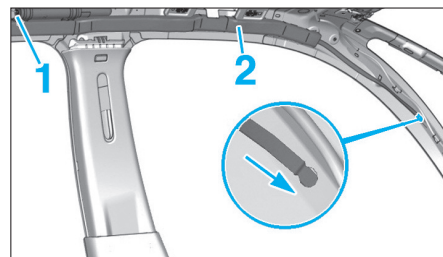

FIG. 7
- Débrancher le connecteur (1) (Fig.7).
- Dégager et déposer le brin avant du coussin gonflable latéral de pavillon (2) suivant la flèche à l'aide d'un outil plat non tranchant.